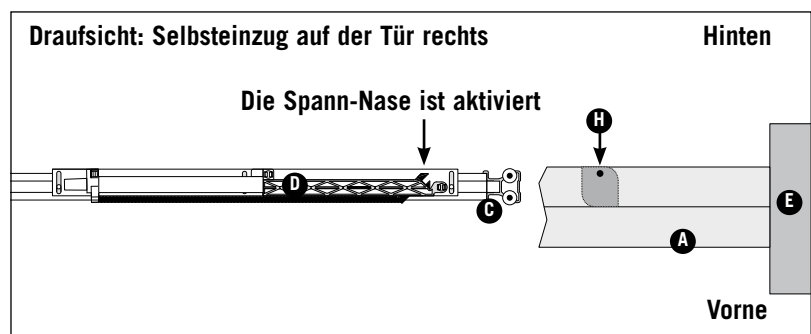

Bild 10 ▲
Der Selbstzug (D) auf der Tür (C) ist rechts montiert. Der Mitnehmer (H) zeigt nach hinten. (Bild 10).